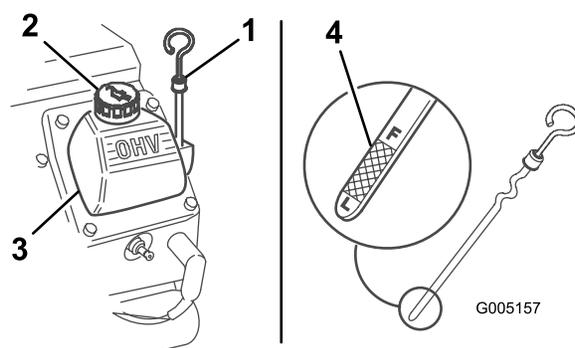

Рисунок 8
3. Очистите область вокруг отверстия для измерительного щупа (Рисунок 8).
4. Вытяните масломерный щуп и вытрите металлический конец начисто (Рисунок 8).
5. Вставьте щуп в масломерную трубку до упора (Рисунок 8).
7. В случае низкого уровня масла очистите область вокруг крышки для залива масла и снимите крышку (Рисунок 8).